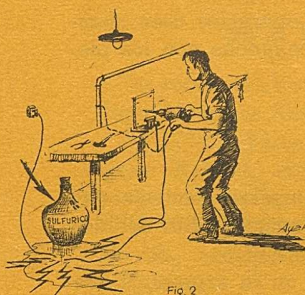

Fig. 2
d) Se evitará que los conductores estén en contacto con agua, ácidos, aceites o productos químicos que puedan provocar la corrosión del aislante protector (fig. 2).